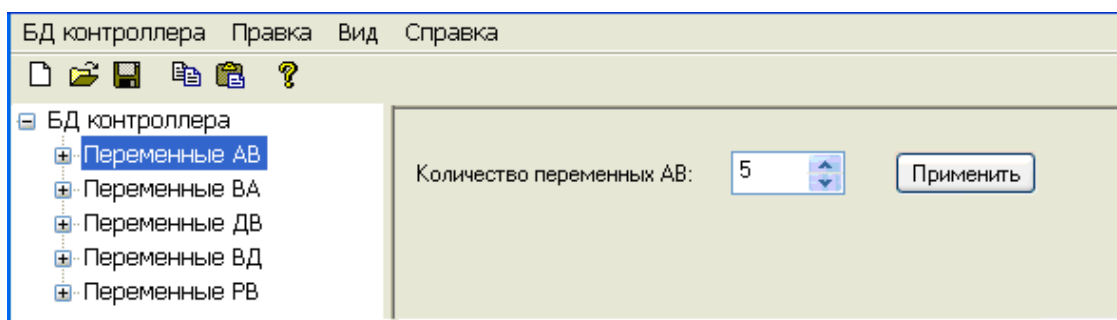

Рисунок 2.9 – Изменение количества переменных БД
- **Изменение количества переменных каждого из типов переменных БД** производится путём выбора элемента с именем "Переменные <Тип переменной>" в списке переменных. После выбора соответствующего элемента в правой части главного окна приложения отображается диалог (рисунок 2.9), в котором можно изменить количество переменных определённого типа. При увеличении количества переменных происходит добавление новых переменных в конец списка переменных данного типа. Если количество переменных изменилось в сторону уменьшения, то происходит удаление переменных из конца списка. Диалог изменения количества переменных имеет вид.